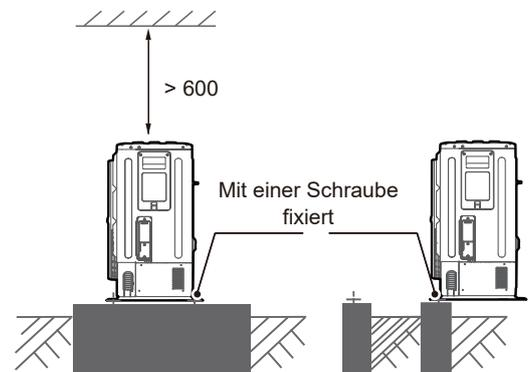

Abbildung 5-1
- Stellen Sie ein Betonfundament gemäß den Spezifikationen der Außengeräte her (siehe Abbildung 5-1).
- Befestigen Sie die Füße dieses Geräts mit Bolzen, um zu verhindern, dass es bei einem Erdbeben oder starkem Wind zusammenbricht (siehe Abbildung 5-1).